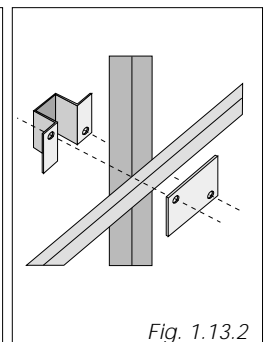

Fig. 1.13.2
- Fixer l'étrier à la barre supérieure du garde-corps au moyen de l'étrier et de la plaque d'attache (Fig. 1.13.2).